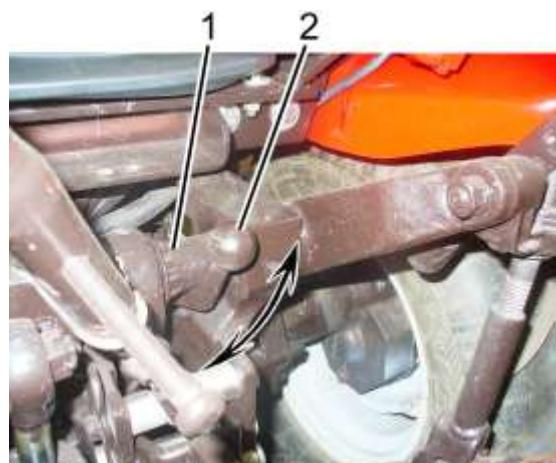

Рисунок 2.14.3 - Механизмом фиксации ЗНУ
Рычаг механизма фиксации ЗНУ в транспортном положении 2 (рисунок 2.14.3) имеет два положения:
- установите рукоятку 2 (рисунок 2.14.3) в положение "ЗНУ заблокировано".
- установите рукоятку 2 (рисунок 2.14.3) в положение "ЗНУ разблокировано".